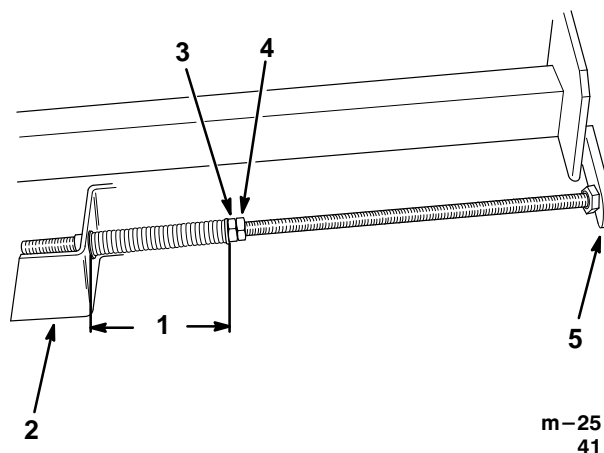

Figure 8
6. Insérer l'extrémité côté ressort de la tige de réglage dans le trou du support de montage de l'unité de coupe. L'extrémité étroite du coussinet doit s'insérer dans le trou du support de montage. Insérer l'extrémité de la tige de réglage du côté du contre-écrou dans la patte de montage du châssis porteur (Fig. 8).
7. Pour tendre la courroie, serrer le contre-écrou avant de chaque tige de réglage jusqu'à ce que le ressort soit comprimé à une longueur de 5" (12,7 cm) mesurée de l'entretoise au coussinet (Fig. 8).
8. Serrer les contre-écrous arrière (Fig. 8).